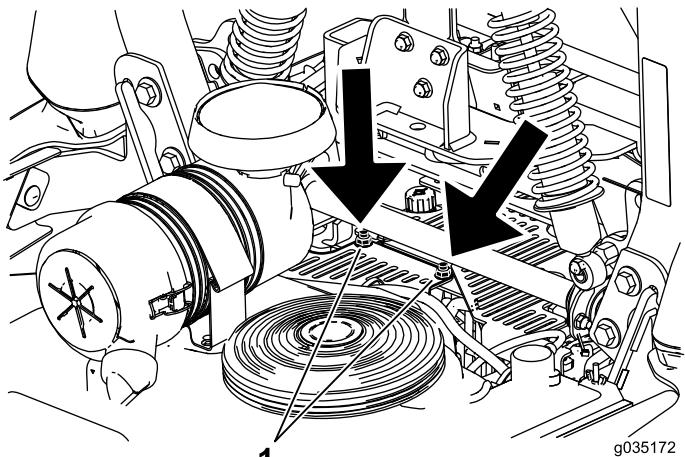

Figura 60
3. Retire la cubierta de la unidad hidráulica después de retirar las 2 tuercas indicadas en Figura 60.
- Instale la cubierta de la unidad hidráulica izquierda (Figura 60).